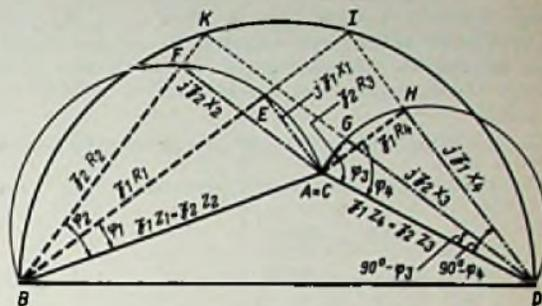

Bild 2. Vektordiagramm der Wechselstrombrücke Bild 1
3. Vektordiagramm einer Wechselstrombrücke (Bild 2)
d. h. die Punkte E, F, G, H liegen auf dem Halbkreis über dem zugehörigen Spannungsvektor, z. B. liegt E auf dem Halbkreis über AB oder $\Im_1 Z_1$ (siehe Bild 2 a und 2 b).
Bildet man die Summe $(\Im_1 R_1 + \Im_1 R_4) + i(\Im_1 X_1 + \Im_1 X_4)$, dann muß der entstehende Eckpunkt (I) auf dem Halbkreis über BD liegen. Das gleiche gilt für die Summe $(\Im_2 R_2 + \Im_2 R_3) + i(\Im_2 X_2 + \Im_2 X_3)$ und den Eckpunkt K (siehe Bild 2 c und 2 d).
In diesen Diagrammen läßt sich sehr einfach die Formel 6b ablesen, denn nach Bild 2 gilt (wenn $\text{tg } \varphi = \frac{X}{R}$)